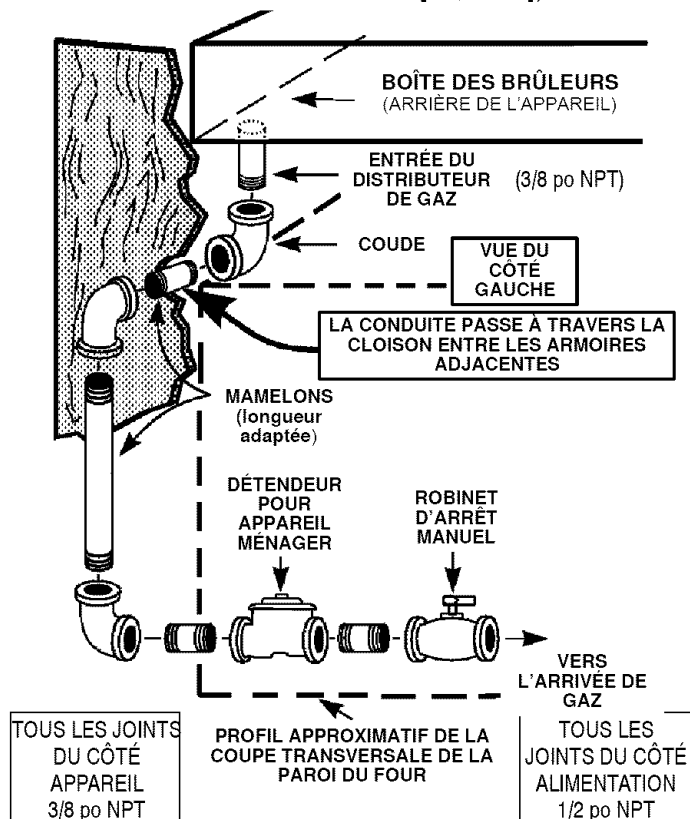

FIGURE 4
Remarque concernant la figure 4 ci-dessus :
- Pour plus de facilité à l'entretien, un raccord-union (non montré : disponible localement) doit être intégré à la conduite illustrée à la figure 4, à l'endroit le plus pratique pour la pose. En général, ce sera dans l'armoire au-dessous de l'appareil, près de l'entrée du distributeur de gaz, plutôt que dans une armoire adjacente.
Si la prise doit être montée dans une armoire adjacente à gauche ou à droite, un trou comme celui décrit ci-dessus doit être pratiqué dans la cloison entre les armoires. La figure 4, page 5, illustre une cloison type (côté gauche). Le trou pour la fiche (non montré à la figure 4) peut être placé à l'endroit le plus pratique de cette cloison gauche ou au point correspondant de la cloison droite.